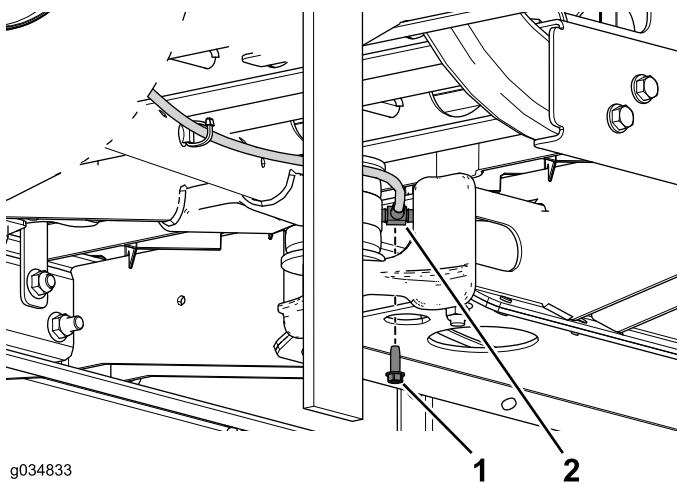

图18
5. 卸下将制动管路三通接头固定到中央通道的自攻螺丝 图18。